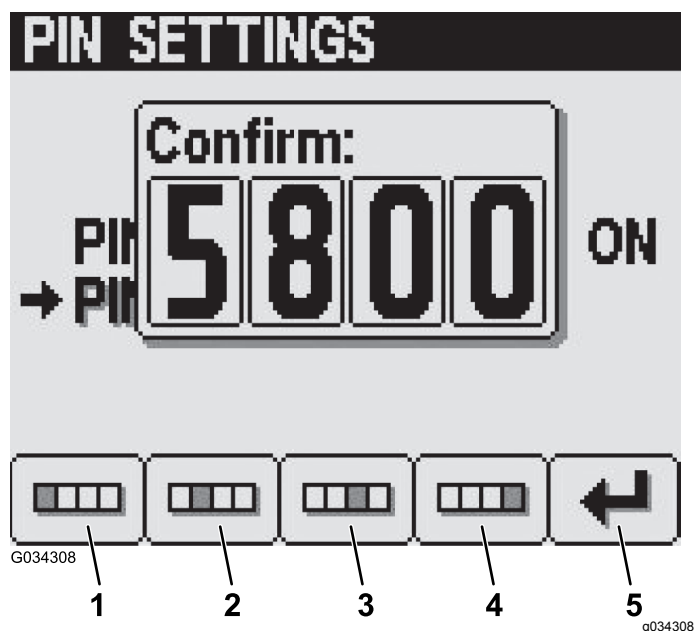

Figura 30
6. Confermate il vostro nuovo PIN utilizzando i pulsanti da 1 a 4 e premete il pulsante 5 quando completate il PIN (Figura 30).
Nota: Una volta confermate le impostazioni del PIN (Figura 30), apparirà una schermata PIN corretto per circa 5 secondi.